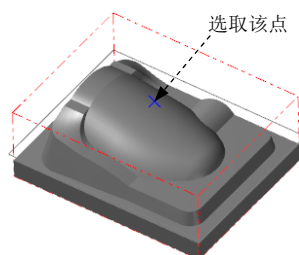

图 17.24 选取放射中心点
(3) 选取放射中心点。单击 **放射中心点** 区域中的  按钮，然后选取图 17.24 所示的点为放射中心点，系统返回至“刀具路径的曲面选取”对话框。
(4) 单击  按钮，系统弹出“曲面精加工放射状”对话框。